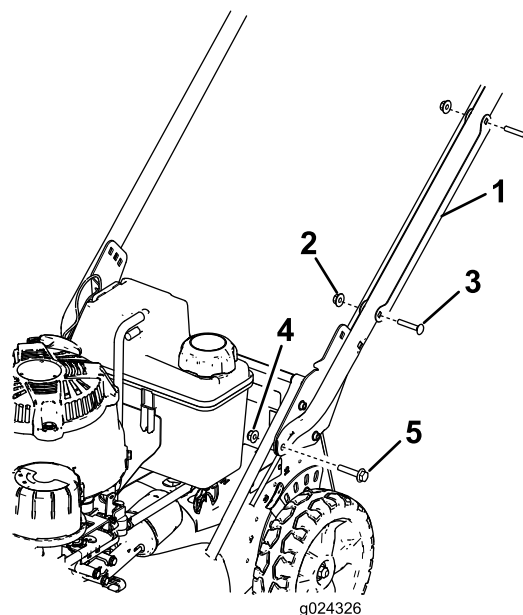

Figura 3
1. Retire los 2 pernos de cuello cuadrado y las 2 arandelas que sujetan el protector de cable al manillar, y retire el protector de cable del manillar (Figura 3)
arandela prensada (5/16"), según se muestra en Figura 3.
6. Posicione el protector de cable en el manillar con los cables dentro del protector, y sujete el protector al manillar con los 2 pernos de cuello cuadrado y las 2 contratueras que retiró anteriormente (Figura 3).